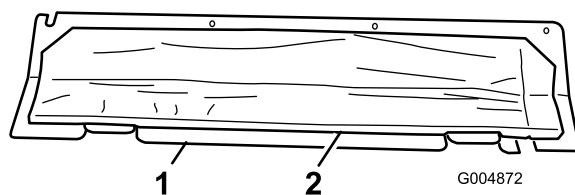

Figure 8
13. Nettoyez le côté moteur du couvercle avant et appliquez le matériau de protection thermique autocollant (Figure 8). L'écran thermique doit être positionné de sorte qu'il soit possible de reposer le couvercle sans serrer le matériau de protection thermique entre le couvercle d'accès et le cadre. Ne posez pas le panneau à ce stade.